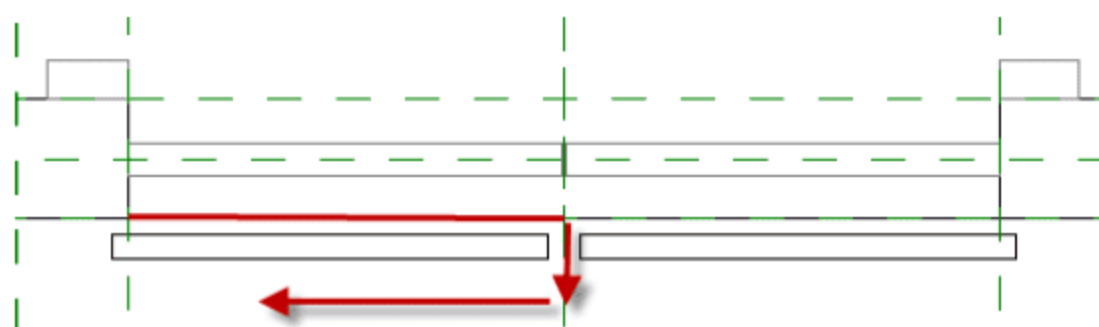

图 8.4.36 绘制电梯门平面图
(11) 绘制电梯门平面图。切换至“参照标高”平面，选择“注释”→“符号线”命令，分别选择绘制方式和子类型为“直线”和“门投影”。以图 8.4.36 中的线为基准绘制出矩形，接着选中该矩形，按快捷键 **M+V**，按照红色箭头的方向先竖直向下移动 20mm，再次选中该矩形并按快捷键 **M+V** 向左移动 20mm，最后按两下快捷键 **M**，以正中间的辅助线为中间线复制生成另一个矩形，完成电梯门平面图的绘制。